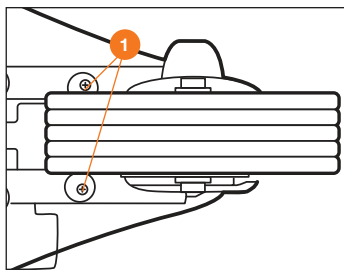
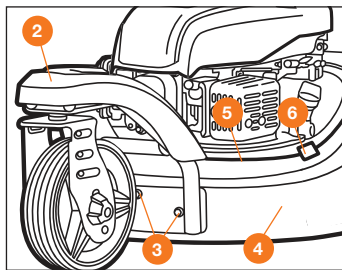

Рис. 3
Рис. 4
Для модели **L 50SR / DLM 5100SR** установите переднее колесо на защитный кожух и закрепите двумя винтами ① (Рис. 3). Закрепите колесо с кожухом ② на деке газонокосилки ④ тремя болтами и гайками ③ (внимание, болты устанавливайте с внутренней стороны деки, гайки накручивайте с внешней, со стороны колеса), закрепите трос блокировки поворота колеса ⑤ клипсой ⑥ (Рис. 4).